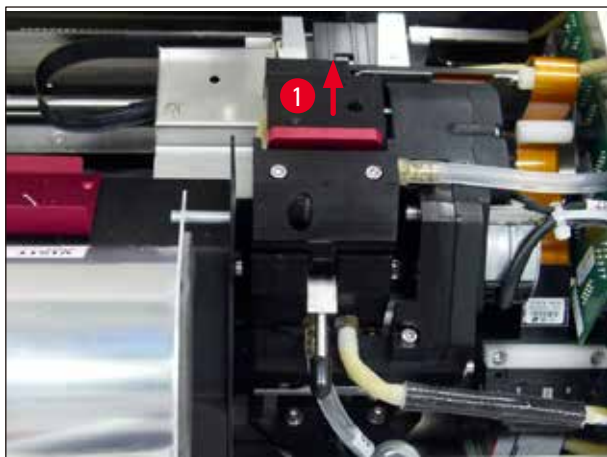

図 52
2. 印字ヘッド(→ "図 52-1")が上方に、シールリップから約 1 cm 離れた位置まで移動します (→ "図 52")。